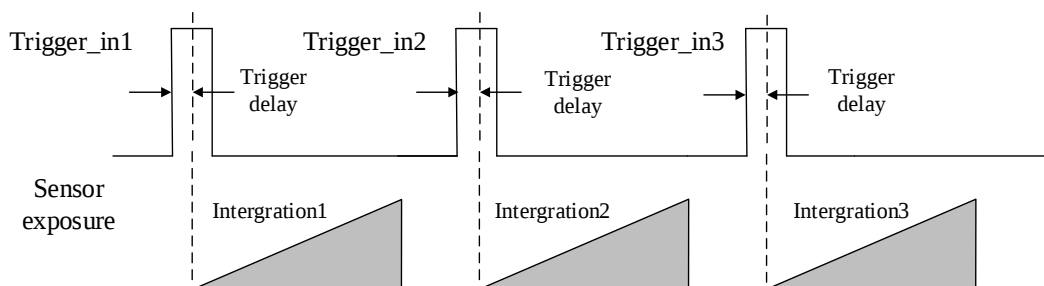

图4-16 信号延迟原理
3. 根据实际需求设置触发延迟时间，单位为 μs 。默认为 0，即接收输入信号后立即触发设备采图。关于触发延迟的原理，如图 4-16 所示。